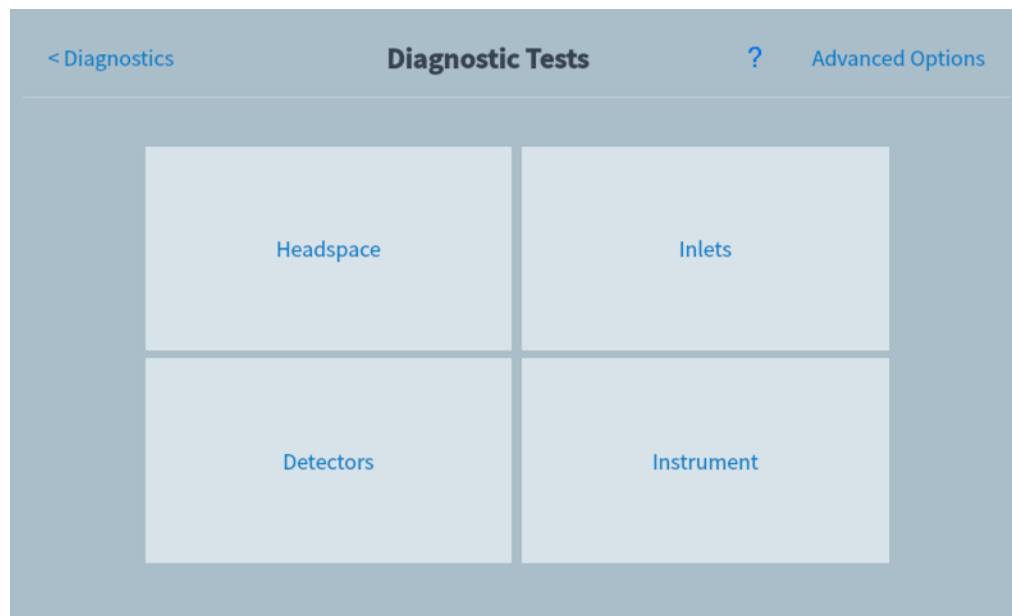

Figura 40. Página de pruebas de diagnóstico
- 2 Pulse en **Pruebas de diagnóstico (Diagnostic Tests)**. Se abre la página de Pruebas de diagnóstico. Consulte **Figura 40**.